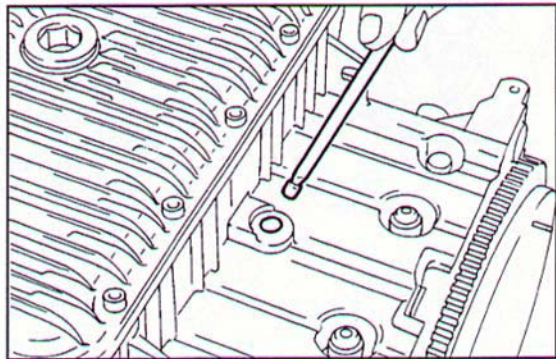

Fig. 162 ▼
- inserire la retina-filtro e spingerla delicatamente fino a contatto con la battuta interna (Fig. 162);
- insert the mesh filter and push carefully until it abuts against the inner stop (Fig. 162);